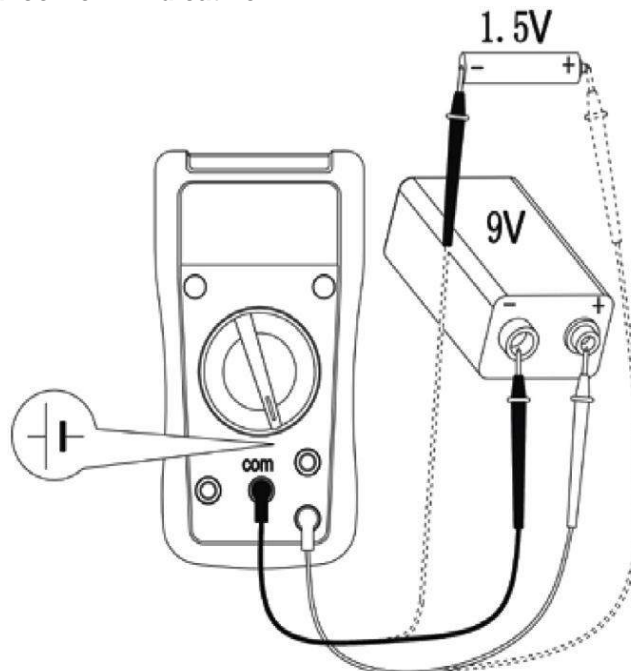

Figura 9
**VIII. Testare baterie (doar pentru MIE0141), vezi figura 9.**